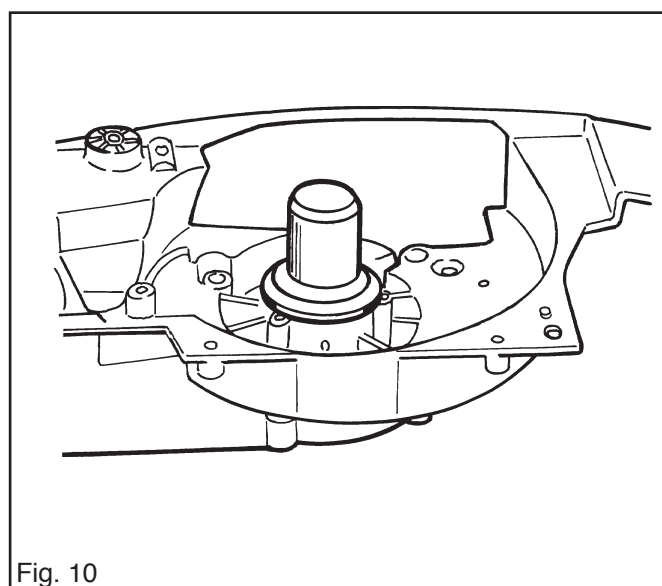

Fig. 10
2. Si de nouvelles bagues d'étanchéité sont montées, graisser les surfaces des bagues et les installer avec les outils 502 52 20-01 et 502 52 21-01. Voir fig. 10. Les bagues d'étanchéité peuvent également être montées quand le vilebrequin est en place.